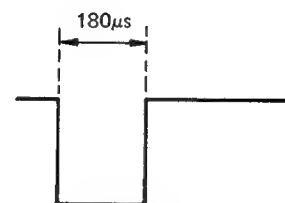

Abb. 8-24
3. Die (-) Synchronflanke mit dem Oszilloskop wählen und R2014 so einstellen, daß die in Abb. 8-24 gegebenen Anforderungen erfüllt werden.